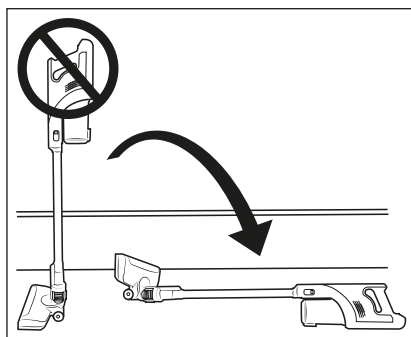

Fig. 9
- ▶ Ne placez pas l'aspirateur à la verticale si vous souhaitez le poser entre-temps ou ne plus l'avoir en main. Placez pour cela l'aspirateur dans le support mural **18** ou posez-le sur le sol (voir fig. 9 et 10). L'aspirateur risque sinon de basculer à cause de son centre de gravité haut et d'être endommagé et, dans certaines circonstances, d'endommager d'autres objets en se renversant.